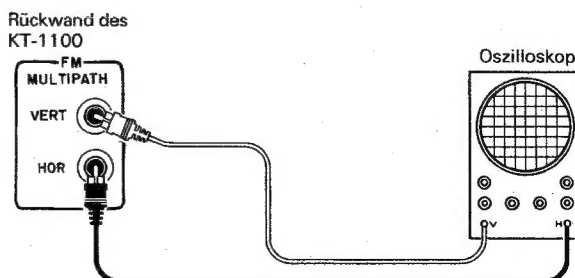

Fig. 10 Anschluß des Oszilloskop
1. Die Buchsen VERT und HOR MULTIPATH mit dem Horizontal bzw. Vertikaleingang des Oszilloskops verbinden (Fig. 10).